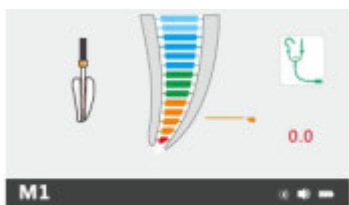

Рис. 22 Красная зона апекса
- При достижении эндофайлом апикального отверстия индикация положения отображается красным цветом, сигнал при этом становится непрерывным (Рис. 22).